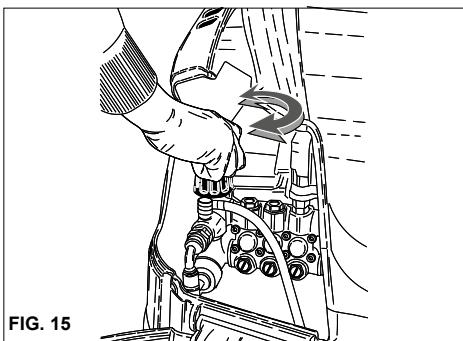

FIG. 15
Dette kapitel behandler kun de modeller som er udstyret med "trykregulerende" anordning. Trykregulatoren, fig. 15, giver brugeren mulighed for at indstille arbejdstrykket. Når knap C drejes mod uret (B) (minimum), nedsesættes driftstryk.